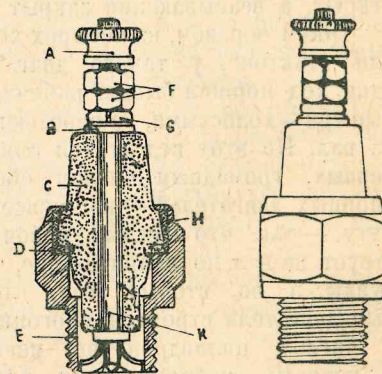

Рис. 8. Свеча „Бош“ для магнето.
**Зажигательная свеча.** На рис. 8 показана в разрезе и боковом виде одна из самых употребительных свечей системы Бош. Центральный металлический стержень свечи (электрод) проходит сквозь изоляционную массу С и внизу оканчивается звездочкой из нескольких расходящихся по радиусам к окружности металлического корпуса свечи электродов, что дает возможность проскакивать целому ряду искр, благодаря чему зажигание смеси происходит более быстро. Паружная металлическая обкладка свечи имеет резьбу Е для ввертывания свечи в цилиндр, масса которого при проскакивании искры служит